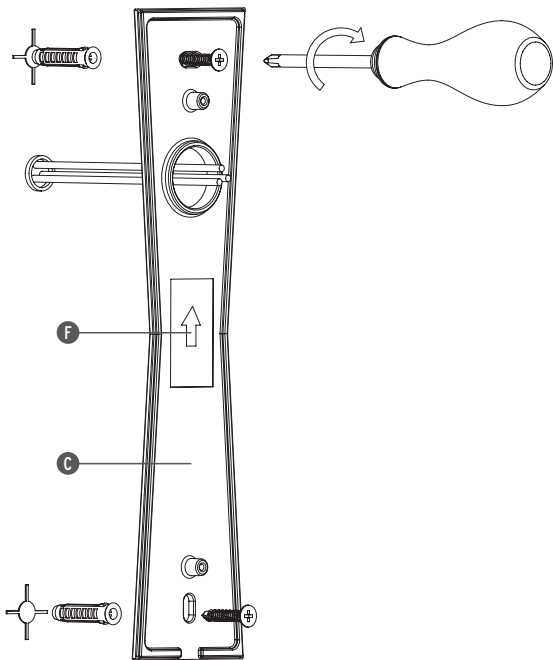

Fig. 3
<IT> Fig.3 Fissare l'attacco a parete (C) con viti e tasselli ad espansione avendo cura di rispettare il corretto orientamento indicato dalla freccia (F) e facendo passare i cavi di alimentazione attraverso l'apposito foro. **NOTA BENE:** Scegliere tasselli ad espansione idonei alla superficie di montaggio.
<GB> Fig.3 Fix the wall attachment (C) with screws and rawl plugs taking care to put it the correct way up as indicated by the arrow (F) and passing the power cables through the correct hole. **NOTE:** Choose screw anchors that are suitable for the surface which shall be assembled upon.
<DE> Abb.3 Befestigen Sie den Wandanschluss (C) mit Schrauben und Spreizdübeln, achten Sie dabei auf die richtige Ausrichtung laut Pfeil (F) und ziehen Sie die Stromkabeln durch die entsprechende Öffnung. **HINWEIS:** für die für die Montage vorgesehene Fläche passende Spreizdübel auswählen.
<FR> Fig.3 Fixer l'attache murale (C) avec les vis et les chevilles à expansion en respectant le sens de la flèche (F) et en faisant passer les câbles d'alimentation à travers le trou prévu à cet effet. **NOTE:** choisir les chevilles à expansion appropriées à la surface destinée au montage.
<ES> Fig.3 Fijar el soporte (C) a la pared con los tornillos y los tacos de expansión respetando la orientación correcta de la flecha (F) y prestando especial atención al pasar los cables de alimentación a través del agujero correspondiente. **NOTA:** Elegir los tacos de expansión idóneos para la superficie destinada al montaje.
<PT> Fig.3 Fixar o suporte à parede (C) com os parafusos e as buchas de expansão, tendo o cuidado de respeitar a orientação correcta indicada pela seta (F) e passar os cabos de alimentação através do respectivo orifício. **OBSERVAR BEM:** Escolher as buchas de expansão correctas de acordo com a superfície destinada à montagem.
<RUS> Рис.3 Закрепить несущую панель (C) с помощью шурупов и дюбель-пробок, соблюдая правильное направление, указанное стрелкой (F) и пропуская провода питания через специальное отверстие. **ПРИМЕЧАНИЕ:** Выбирать расширительные вставки, соответствующие поверхности, предназначенной для монтажа.
<CN> 图3. 使用膨胀螺丝和螺栓，参照箭头 (F) 的方向，小心地将墙壁固定器 (C) 进行固定，并将电源线穿过相应的孔位。注意：需要使用适合的膨胀螺栓进行表面固定。